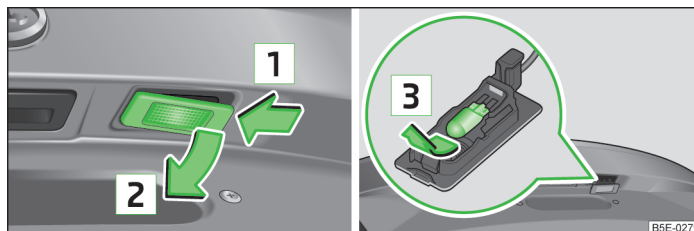

Fig. 228 Demontarea lămpii pentru numărul de înmatriculare / Înlocuirea becului
- Apăsați lampa în sensul săgeții **1** » fig. 228.